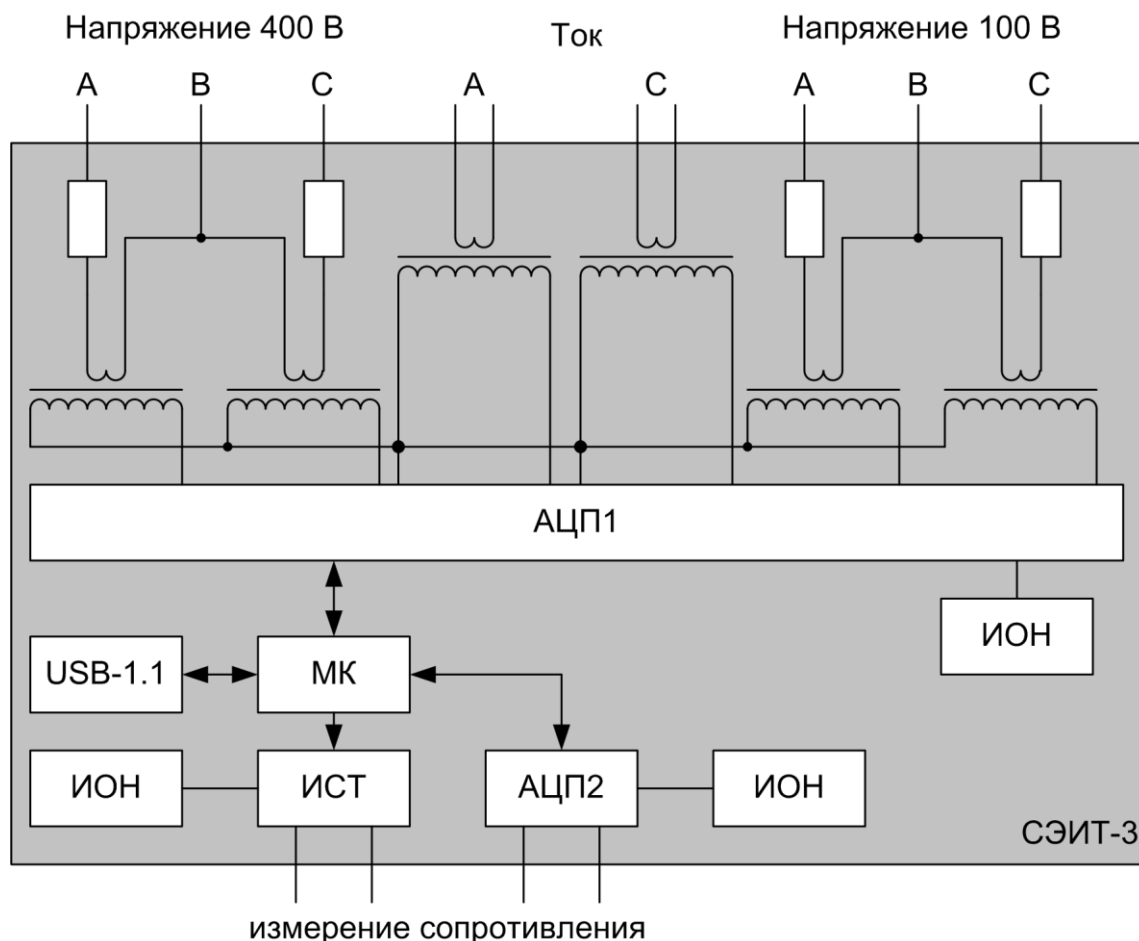

Рис. 2
1.4.5. Блок-схема ИВБ приведена на рис. 2.